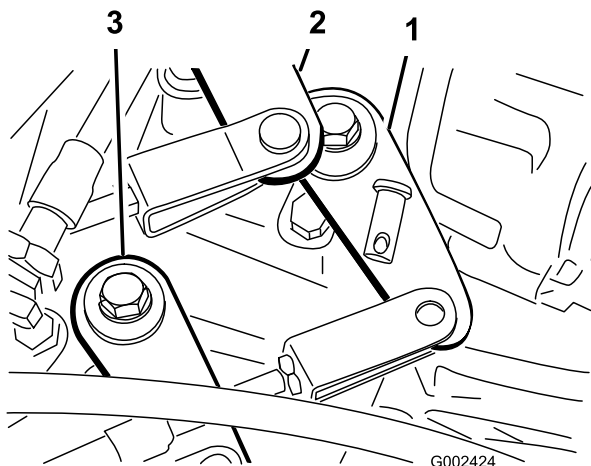

Figura 51
2. Desmonte os passadores que fixam os cabos aos braços de comando da transmissão (Figura 51).
1. Retire os pinos de segurança que prendem o cabo de gama alta/baixa à transmissão (Figura 51).